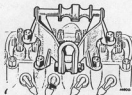

Abb. A.11
- (1) Kühler demontieren (Abschnitt C.3).
- (2) Motor abstützen wie in Abb. A.11 gezeigt; Motor gerade hochheben und Gewicht von den Lagerungen nehmen.
- (3) Die Muttern, die den Montagewinkel des Getriebegehäuses sichern, und die beiden Satschrauben des Bocks für den Unterwagen-Seitenträger entfernen und modern Winkel und Montagebockgruppe herausziehen.
- (21) Kipphebeldeckelmutter abnehmen und Motorhebelgabel anbringen (Abb. A.11).
- (22) Öl ablassen, Antriebswellen am Differential lösen (Abschnitt G).
- (23) Hilfsrahmen an beiden Längsträgern abstützen und Gewicht des Motors durch Nebenvorrichtung auffangen. Die zwei Schrauben abnehmen die jede Motorsäufung am Hilfsrahmen sichern.
- (24) Motor aus dem Rahmen heben.
- (1) Motor und Getriebeeinheit können durch die Motorhaubenöffnung wie folgt ausgebaut werden:
- (2) Bezug auf Abschnitt A.12 nehmen und Anweisungen (1) bis (5), (8) und (12) bis (13) befolgen.
- (3) Scheibenwischerflache und Halterung (sofern notwendig) ausbauen.
- (4) Antriebswellen am Differential lösen.
- (5) Ausgeffrühr vom Krümmer lösen und Rohr an Spritzwand sichern.
- (6) Kipphebeldeckelmutter abnehmen und Motorhebelgabel anbringen (Abb. A.11).
- (7) Gewicht des Motors durch Nebenvorrichtung auffangen und die zwei Befestigungsschrauben lösen welche jede Motorsäufung am Hilfsrahmen sichern und Motor abheben.